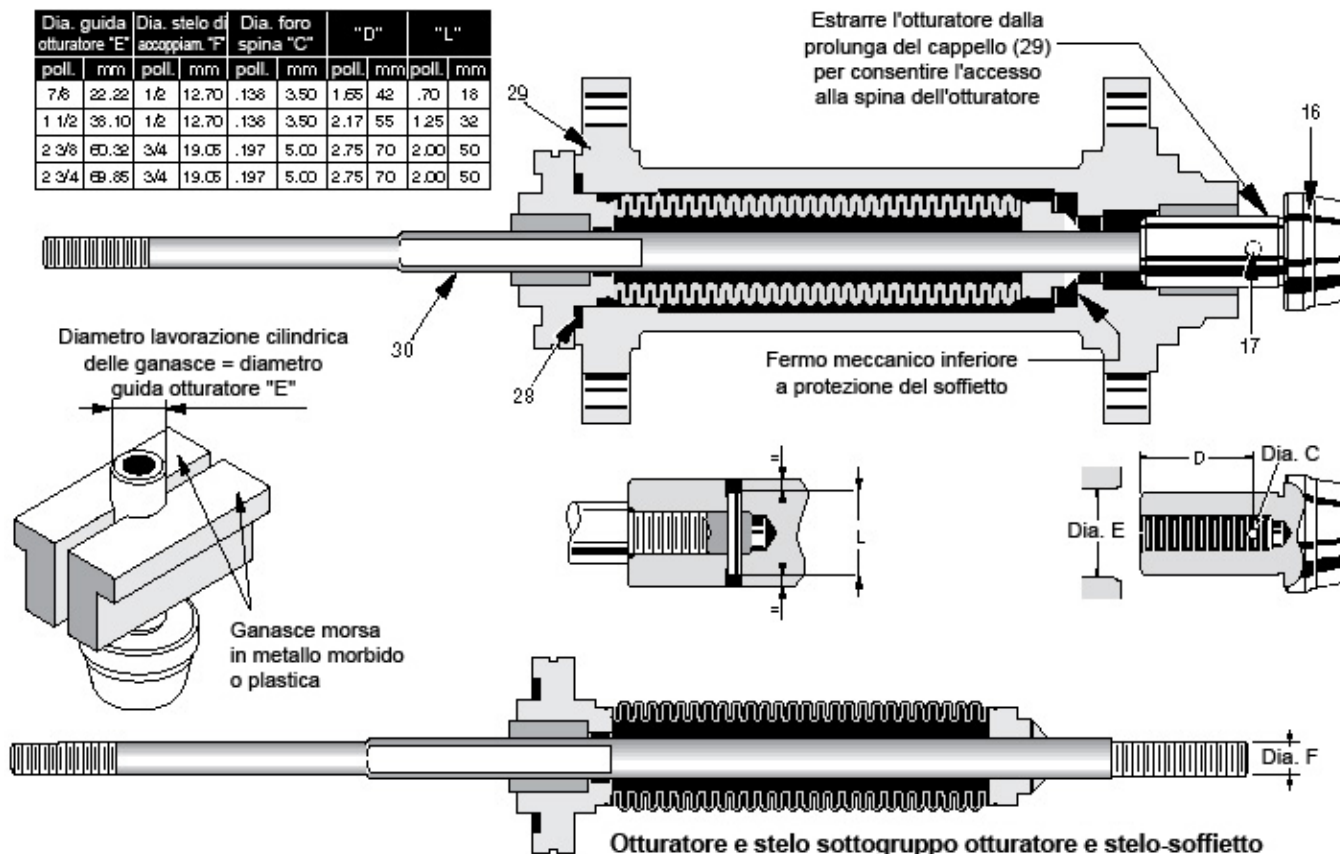

Figura 18 – Montaggio e rimozione della spina di fissaggio dell'otturatore allo stelo
**Nota:** Utilizzare sempre una morsa con ganasce in metallo morbido per trattenere la superficie della guida dell'otturatore. Il mancato rispetto di questa precauzione potrebbe causare danni alla superficie di guida dell'otturatore durante il montaggio delle spine (vedere Figura 18).
(tipico per acciaio inox indurito AISI 440C o Stellite solida o equivalente), forare lo stelo allo stesso diametro (Diametro C in Figura 18) del foro realizzato sul gambo dell'otturatore.
- Forare al valore del diametro C (vedere Figura 18),
- Misurare la Dimensione D basata sul diametro della guida dell'otturatore e sul diametro dello stelo (vedere Figura 18).
- Selezionare la spina della dimensione corretta rispetto al diametro di guida dell'otturatore e rispetto al diametro dello stelo (vedere Figura 18). Applicare una piccola quantità di grasso sulla spina e inserirla a mano nel foro dell'otturatore.
- Premere la spina nel foro utilizzando un martello. Completare l'operazione di spinatura, assicurandosi che la spina sia inserita in modo uguale su entrambi i lati (vedere Figura 18).